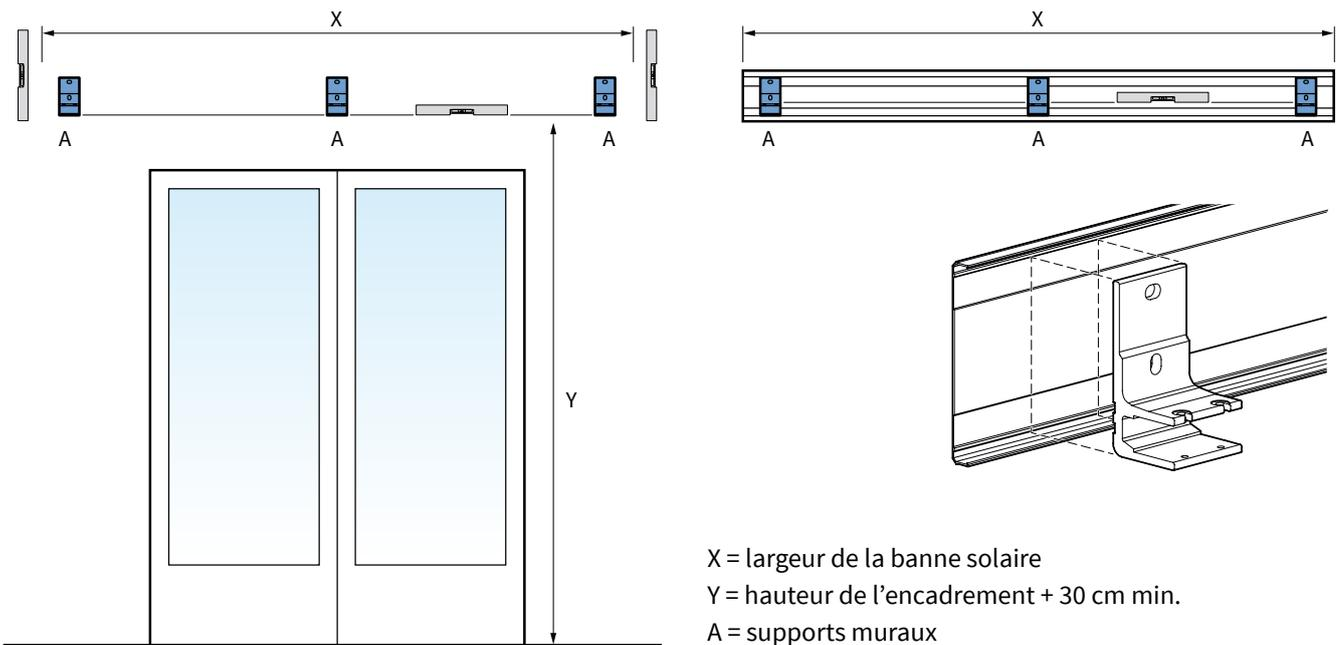

fig. 1.2 Pose des supports muraux
Tracez les trous de perçage sur le mur en vue de la fixation des supports muraux (A). Ils doivent être alignés, de niveau et d'aplomb. Voir figure 1.2.